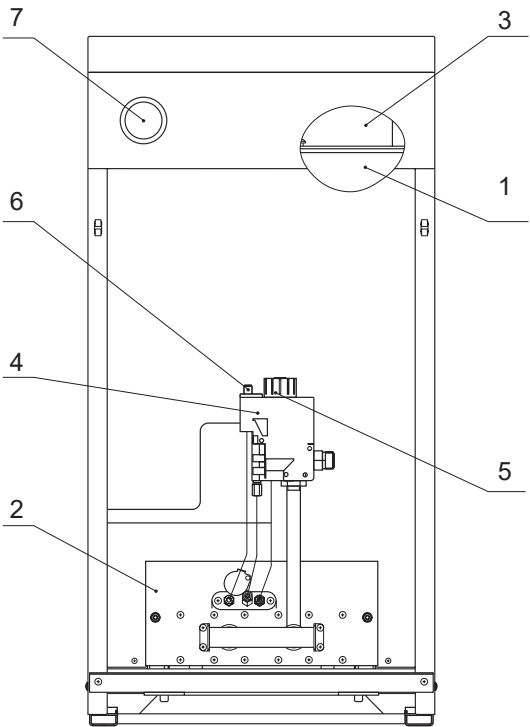

Рис. 2. Особенности котла с газовым блоком TGV 307
- 4.2 Котел представляет собой сборную конструкцию, закрытую декоративными тонколистовыми панелями с теплоизоляцией, внутри которой располагаются (см. рис. 2, 3):
- дымосборник с датчиком тяги (3);
- корпус котла, состоящий из топки и теплообменника (1);
- газогорелочное устройство с газовым блоком (ГГУ) (2).